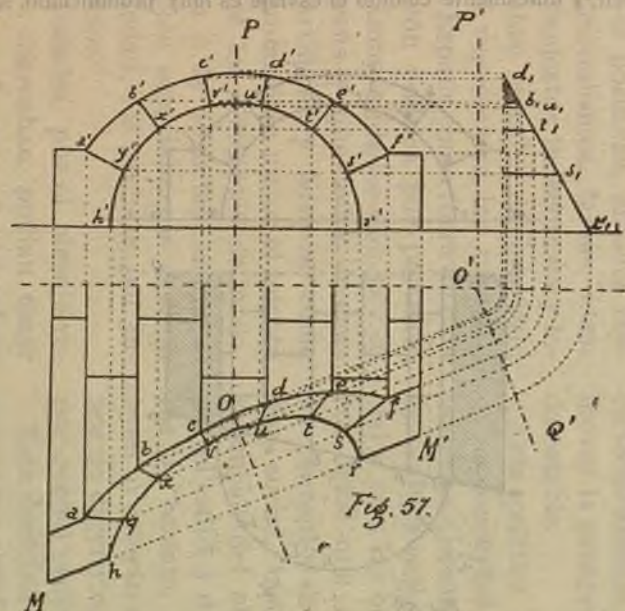

Fig. 57.
**Bóveda cilíndrica en talud y esviaje.**—Es aquella en la cual su paramento es oblicuo en los dos sentidos, horizontal y vertical (fig. 57).